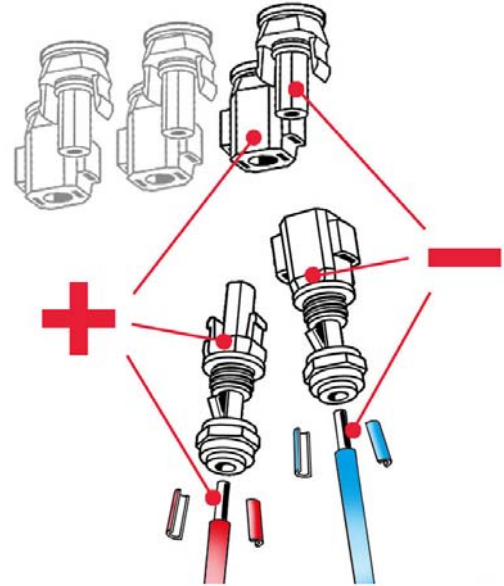

Ilustración 2.21 Polaridad correcta: montaje del conector Sunclix en el cable
1. Monte los conectores Sunclix (no incluidos) en los cables FV, según lo indicado en *Ilustración 2.21*.
2. Compruebe la polaridad y la tensión máxima de las matrices FV midiendo la tensión de circuito abierto FV. Consulte *Ilustración 2.21*.
2. Conecte los cables FV utilizando los conectores-Sunclix. Asegúrese de que la polaridad sea correcta, consulte *Ilustración 2.21*.